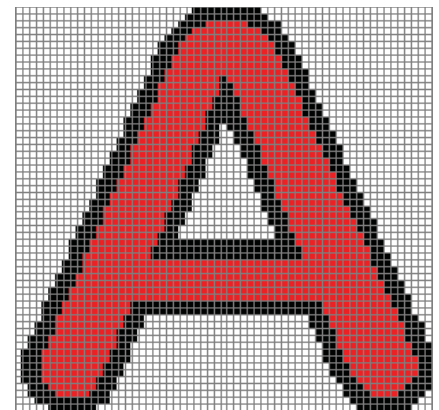
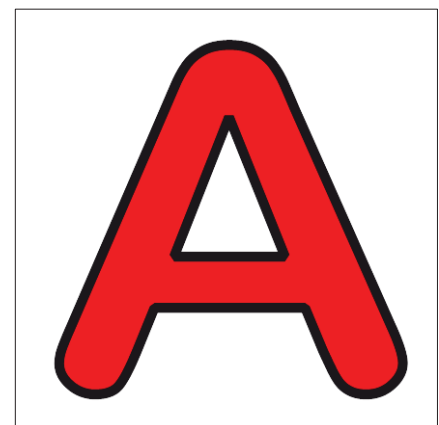

Abb. 1-4: Pixelbild
Abb. 1-5: Vektorgrafik
Das Bild, das wir mit den Augen wahrnehmen, sein digitales Abbild im Computer, das Monitorbild und der Ausdruck auf Papier haben eines gemeinsam: All diese Bilder bestehen aus einzelnen farbigen Bildpunkten, sogenannten Pixeln und werden deshalb als Pixelbilder bezeichnet (Abb. 1-4).
Eine andere Art von Bildern wird dagegen ausschließlich im Computer erzeugt und existiert auch nur dort: die Vektorgrafiken (Abb. 1-5). Sie werden in Grafik- und CAD-Programmen mittels mathematischer Funktionen beschrieben und erzeugt.
Ein **Pixelbild**² besteht aus einem rechteckigen Raster von quadratischen Flächen, von denen jede eine eindeutige Farbinformation trägt (Abb. 1-4).
- durch Konvertieren (Aufrastern) einer Vektorgrafik in ein Pixelbild (Abbildung 1-4 ist so aus der Grafik in Abbildung 1-5 entstanden, das Gitter wurde nachträglich hinzugefügt),
Im Gegensatz zum Pixelbild, dessen Bildinhalt durch die Aneinanderreihung vieler einzelner Punkte in einem Rechteckraster erzeugt wird (Abb. 1-4), setzt sich eine Vektorgrafik aus einzelnen Objekten zusammen (Abb. 1-6), die mittels Vektoren und Bézier-Kurven in einem Koordinatensystem mathematisch beschrieben werden.